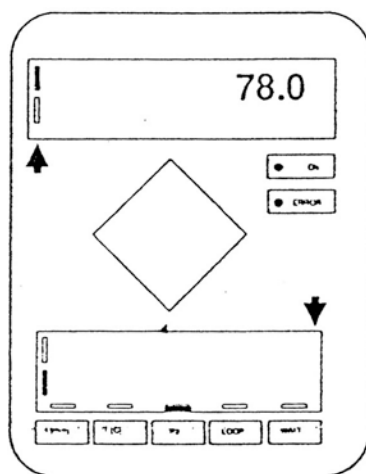

Figura 5 – valore di set del canale analogico 1 (=umidità).
- 6) Premere il tasto  due volte finché non compare il valore di set del canale analogico 1 (= umidità) (vedi Figura 5). Il valore può essere modificato premendo il tasto +/-.